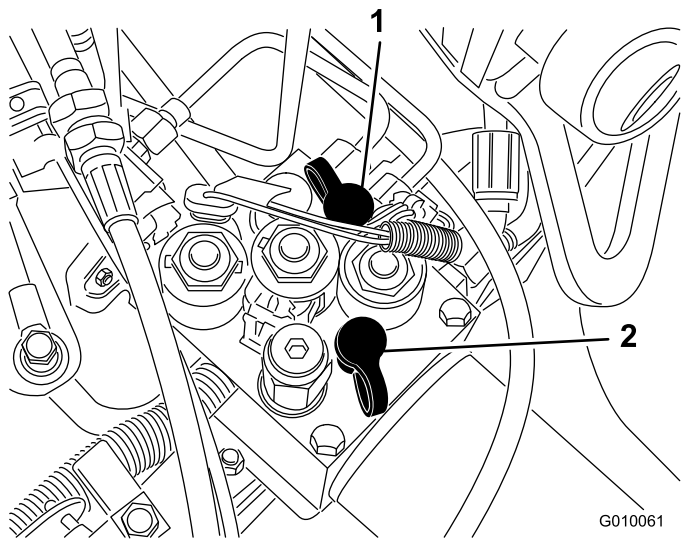

図 60
- ・ テスト・ポート G2（図 60）は走行チャージ回路の故障探究用ポートです。
- ・ テスト・ポートG1 (図 60) は昇降回路の故障探究用ポートです。